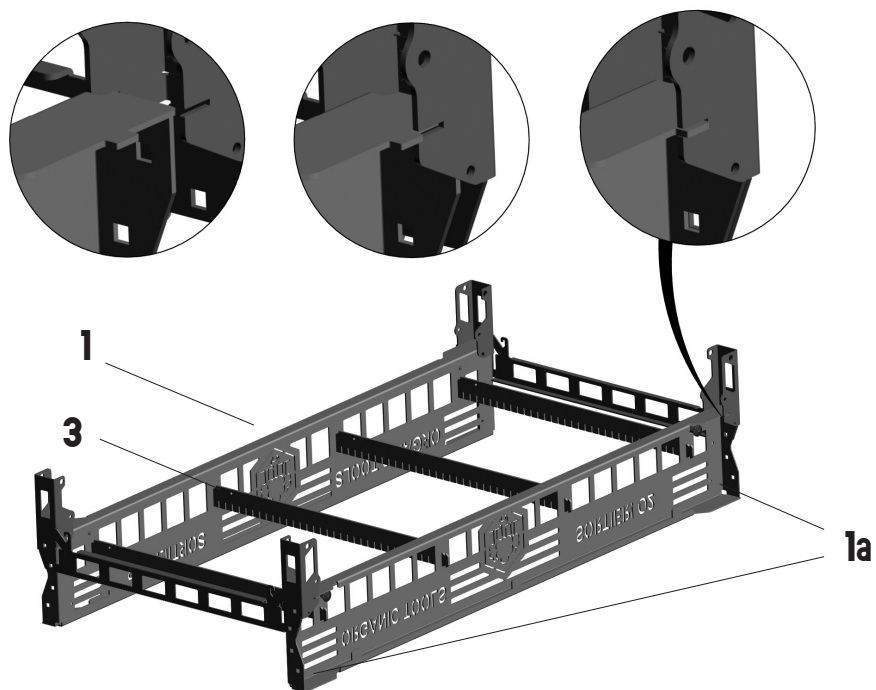

Abbildung 3: Querstreben in Seitenwangen einhängen
Positionieren Sie die zwei Seitenwangen (1) parallel am Boden, sodass das Logo verkehrt zu sehen ist. Die „glatten“ Seiten sind zueinander positioniert, die 4 Bedienelemente (Rastpins (1a)) befinden sich somit jeweils in den oberen, äußeren Ecken (siehe Abbildung 3). Hängen Sie danach die 4 Querstreben (3) in die vertikalen Schlitze der Seitenwangen ein. Dabei müssen die vielen kleinen Ausnehmungen der Querstreben immer nach unten zeigen.